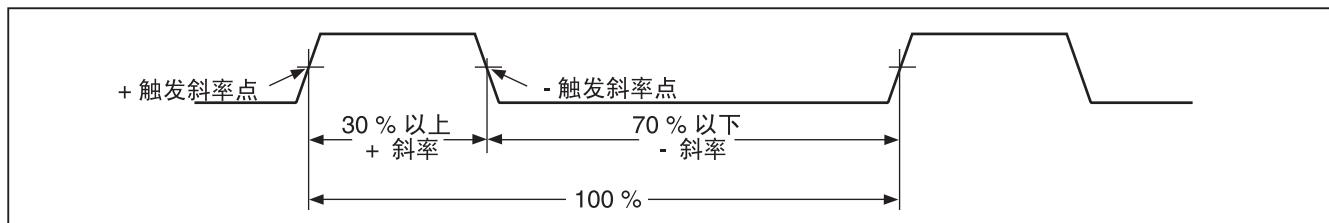

图9. 占空系数测量图解
要测量频率，将万用表与信号源连接，然后按 。按  可以在显示器左侧显示的符号 (+ 和 -) 之间切换（请参阅“测量占空系数”一节中的图 9）。按  可以启动或停止计数器。
占空系数（或负载因数）是在一个周期内信号在触发电平以上或以下的时间百分比（图 9）。占空系数模式的最佳应用是测量逻辑和交换信号的通断时间。电子燃料喷射系统和交换电源供应器等系统都是用不同宽度的脉冲控制，故可通过测量占空系数来检查其功能。
2. 再次按  测量信号的占空系数。按  来选择测量信号的正或负脉冲，请参阅图 9。